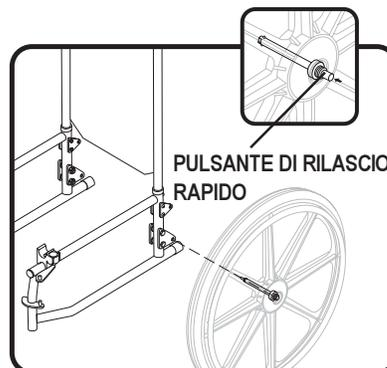

Figura 13. Rilascio rapido ruota motrice
**i** **NOTA: È inoltre possibile rimuovere le ruote motrici per rendere la carrozzina più compatta. Vedere figura 13.**
**AVVERTENZA! Prevenire le lesioni. Se si rimuovono le ruote motrici, accertarsi che i meccanismi di rilascio rapido scattino a posto al momento della reinstallazione della ruota. Vedere figura 13.**
1. Premere il pulsante di rilascio rapido e staccare la ruota motrice. Vedere figura 13.